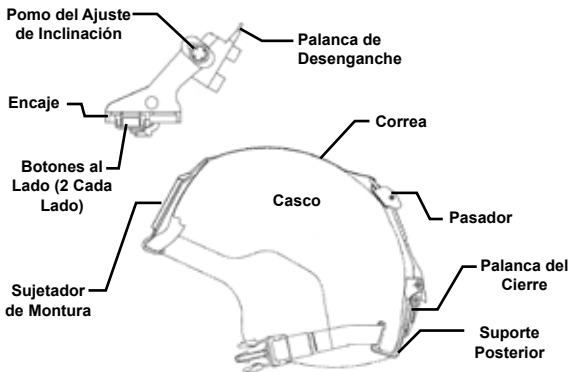

Figura 4-10. Funciones de la Montura de Casco de Desconexión Rápida
1. Remueva el ensamblaje de la montura de casco del estuche. Compruebe que la montura de casco esté completa. Véase la Figura 4-10 para los componentes y funciones de la montura.